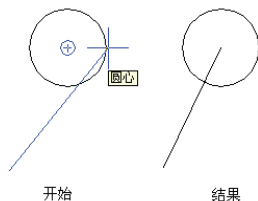

图 1-20 对象捕捉功能
**对象捕捉**开关——通过对象捕捉可以精确地取得诸如直线的端点、中点、垂足，圆或圆弧的圆心、切点、象限点等，这是精确绘图所必须的。开关按钮打开时为淡蓝色，关闭时为灰色。如果触发该开关，在状态行中的命令行上会显示“<对象捕捉 开>”或“<对象捕捉 关>”的提示信息。在绘图过程中，如果设定了相应的对象捕捉模式并启用对象捕捉，提示输入点时，当光标移到对象上，会显示系统自动捕捉的点。如果同时设定了多种捕捉功能，系统将首先显示离光标最近的捕捉点，此时移动光标到其它位置，系统将会显示其它捕捉的点。不同的提示形状表示了不同的捕捉点，详见“草图设置”对话框中的“对象捕捉”选项卡。如图 1-20 所示，虽然光标点在圆周上，但由于圆心捕捉功能打开了，所以绘制直线的终点在圆心上。用户可以在该按钮上右击鼠标，选择对象捕捉的模式。具体的设定和含义，在本章后面详细介绍。